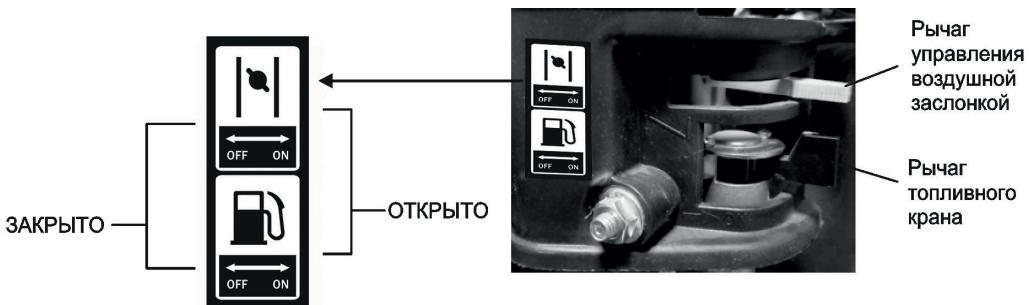

Рис. 12
1. Поставьте рычаг топливного крана в положение («ON») (ОТКРЫТО) (Рис. 12).
2. При запуске холодного двигателя переведите рычаг управления воздушной заслонкой в положение «OFF» (ЗАКРЫТО) (Рис. 12). Не закрывайте воздушную заслонку, если двигатель прогрет.